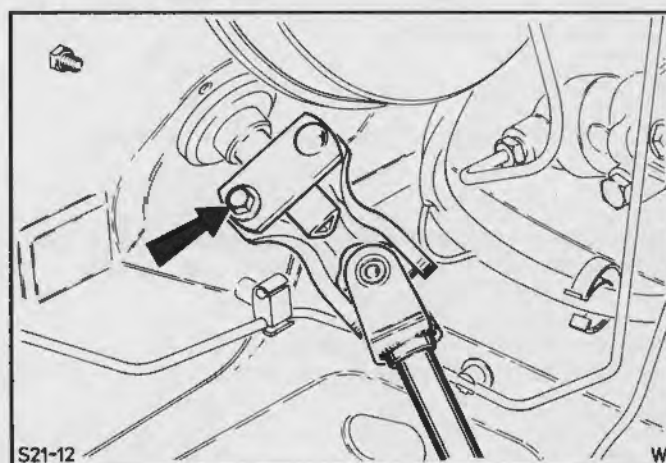
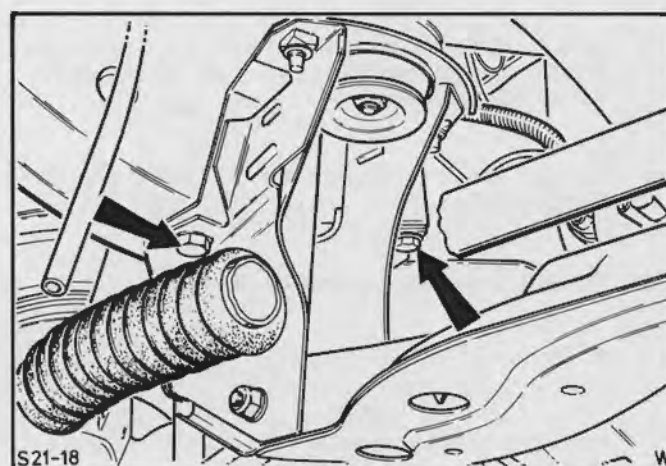

Fig.74. Afmonter ratakslens forlængerled
Fig.75. Skru forbroen af og sænk den
5. Skru bolten ud af ratakslens forlængerled og sving leddet til side, Fig 74.
6. Afmonter bundkarboltene (23) og løs bundkarret fra motorblokken. Hvis bundkarret sidder fast, løsnes det ved at presse det til siden med en skruetrækker.
7. Løft motoren lidt med motorløftebroen og anbring en donkraft under forbroen, skru forbroen af sidevangerne og sænk den forsigtigt, Fig.75. Tag bundkarret ud.